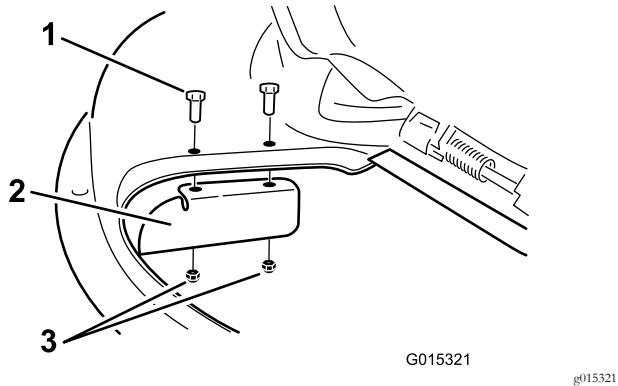

Figura 29
- Instale la placa deflectora en la carcasa de corte (Figura 29).
3. Retire la placa deflectora de la carcasa de corte (Figura 29).